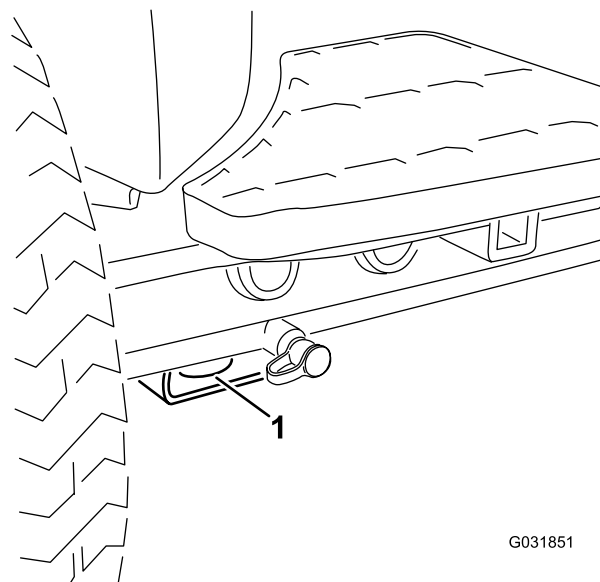

Figura 60
- **Dianteira da máquina** – o orifício na pastilha retangular, por baixo do tubo do eixo, dentro de cada pneu dianteiro (Figura 60).